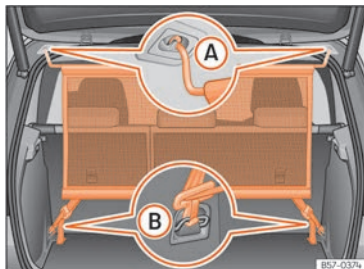

Fig. 173 Red de separación montada.
• Enganche la red de separación en el alojamiento izquierdo del techo »» **fig. 173 A**. Asegúrese de tirar de la varilla transversal hacia abajo más allá de la posición superior.
• Enganche la red de separación en el alojamiento derecho del techo comprimiendo la varilla transversal »» **fig. 173 A**.
• Enganche los dos ganchos de la red de separación en las argollas de amarre del maletero »» **fig. 173 B** y tense bien los cinturones de fijación.